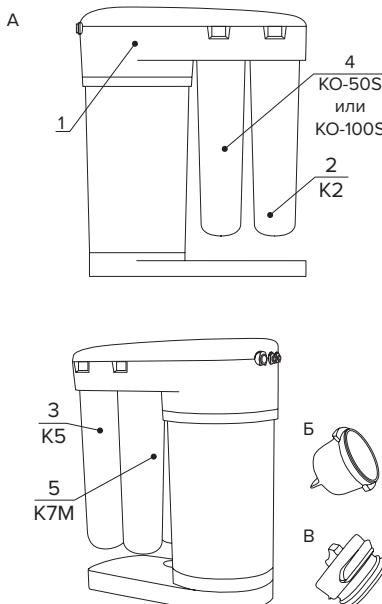

Рис. 2. Корпус DWM в сборе
1. Корпус DWM (рис. 2) состоит из верхней плиты (1), в которой закреплены четыре коллектора для подсоединения сменных фильтрующих модулей и гидроавтоматики DWM. Верхняя плита закрыта декоративной крышкой, закрепленной тремя пластиковыми фиксаторами. Важной частью корпуса DWM является накопительный бак для чистой воды. Так как производительность обратноосмотической мембранный невелика (зависит от типа мембранны, температуры и минерализации воды, давления в водопроводе), вода после мембранны поступает в накопительный бак, для того чтобы вы могли пользоваться чистой водой в любой момент и в необходимых количествах.
2. В состав блока предварительной водоподготовки (2, 3) входят сменный фильтрующий модуль K5 (3) и сменный фильтрующий модуль K2 (2).
- выньте сервисную заглушку мембранныго модуля (рис. 2В) из коллектора и установите вместо нее мембранный модуль;